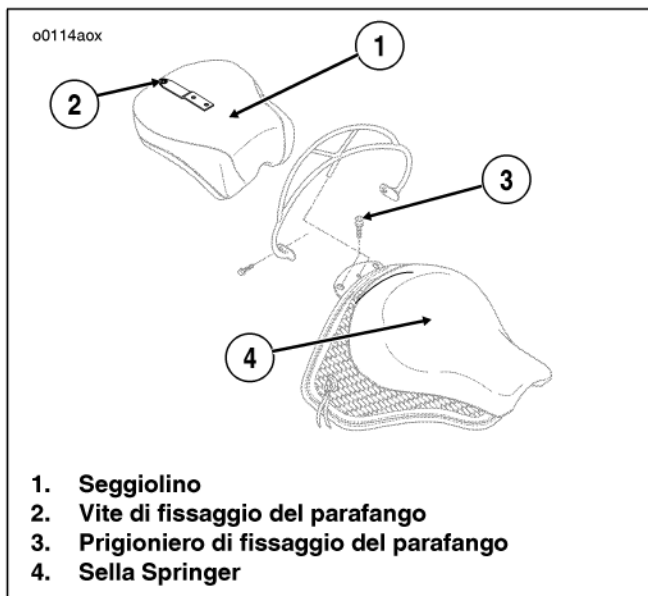

Figura 71. Sella (modelli FLSTS)
1. Vedere la Figura 71. Allentare la vite di fissaggio del parafango (2) dalla sommità del parafango posteriore.
2. Rimuovere la sella a seggiolino dai prigionieri di fissaggio (3).
3. Stringere la vite di fissaggio della parafango (2). Serrare finché sono ben strette.
2. Vedere la Figura 71. Staccare i prigionieri di fissaggio del parafango (3) dalla sommità del parafango posteriore.
1. Vedere la Figura 71. Installare la sella a seggiolino (1) sui prigionieri di fissaggio del parafango (3).
2. Stringere la vite di fissaggio del parafango (2). Serrare finché non è ben stretta.
1. Vedere la Figura 71. Rimuovere la vite di fissaggio del parafango (2) dalla sommità del parafango posteriore.
3. Installare le viti di fissaggio del parafango (3) nel parafango; stringere bene.